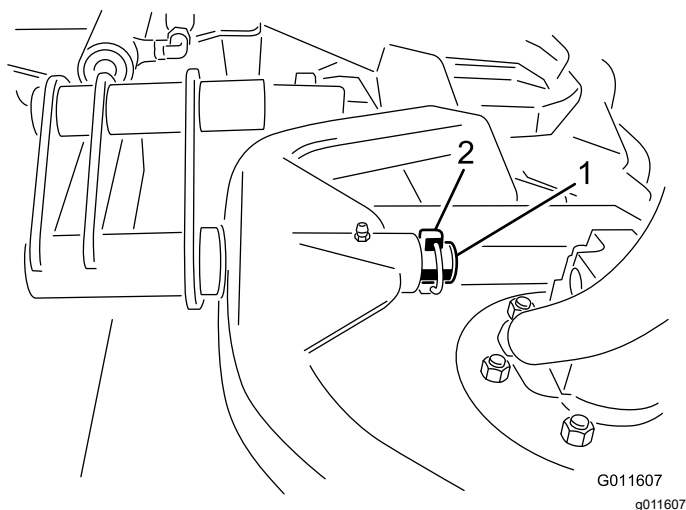

Figura 4
3. Fate scorrere il telaio portante del piatto di taglio sul perno orientabile del braccio di sollevamento e fissatelo con la coppiglia ad anello (Figura 4).